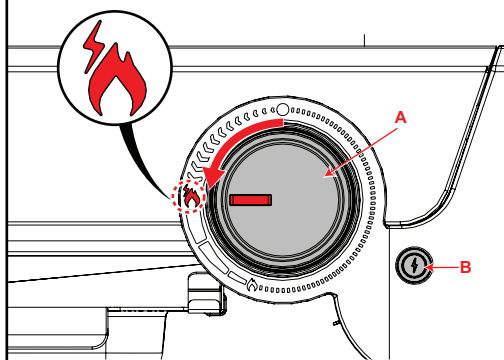

Fig. 12
- S'assurer que le bouton de réglage est en position "OFF" (O) (Fig. 12).